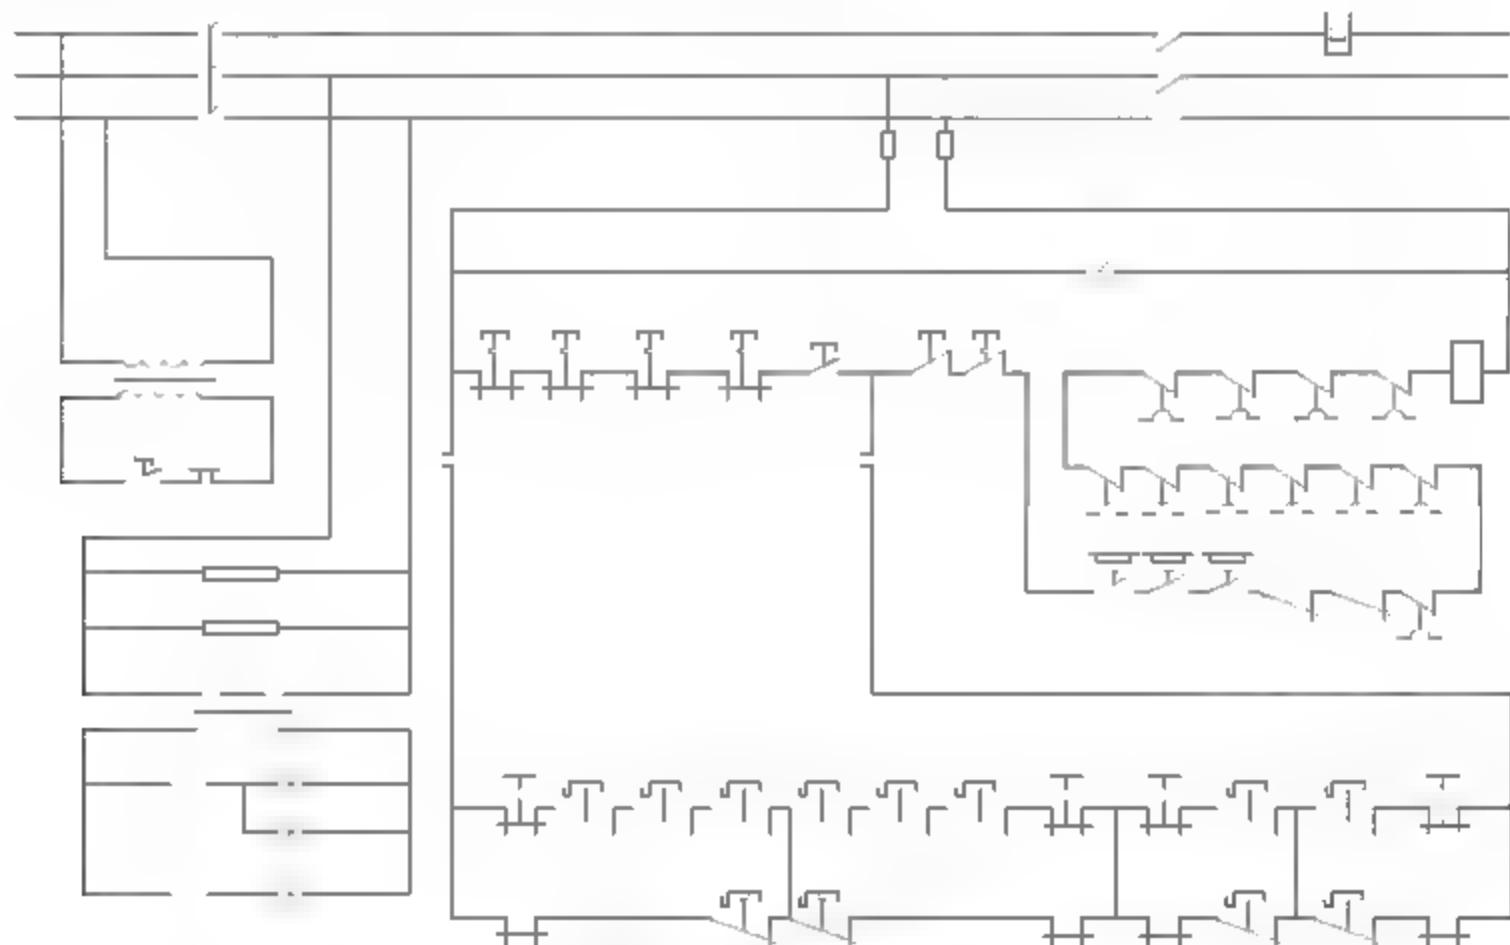

图11-33 修剪线路
**12** 调用TR【修剪】命令，修剪线路，结果如图11-33所示。